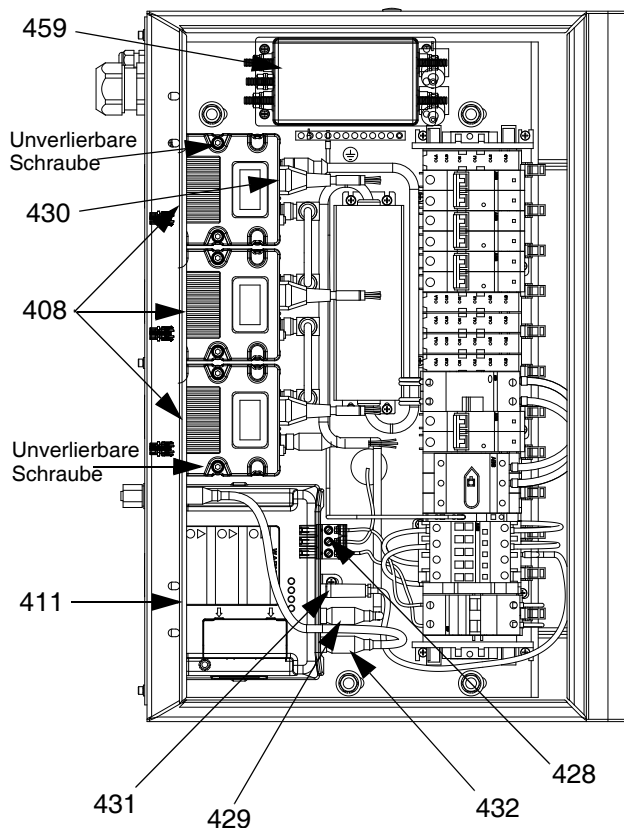
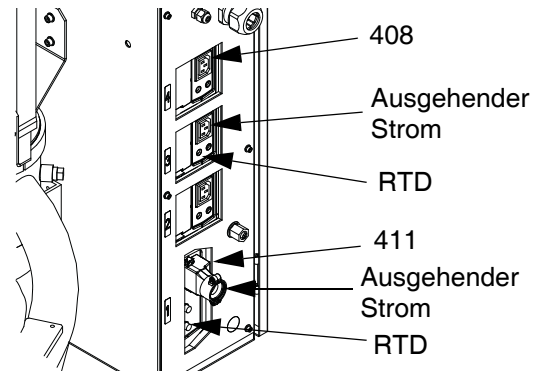

ABB. 48: Innenansicht des Schaltkastens
ABB. 49: Rückansicht des Schaltkastens
- Schaltkastentür (402) öffnen. Folgende Kabel vom Schwachstrom-TCM (408) trennen:
- Eingehendes Netzkabel (430)
- Ausgehendes Netzkabel (siehe ABB. 49)
- Beide unverlierbaren Schrauben (409) lösen, mit der Schwachstrom-TCM (408) an Basis (407) befestigt ist; Schwachstrom-TCM entfernen. Siehe ABB. 48.
1. Schaltkastentür (402) öffnen. Ausgehende Stromzufuhr und RTD-Kabel vom Hochstrom-TCM (411) trennen. Siehe ABB. 49.
2. Seitenwand (436) des Schaltkastens entfernen. Siehe **Teile des Schaltkastens** auf Seite 90.
3. Alle vier eingehenden Kabel (432, 428, 429, 431) vom Hochstrom-TCM trennen. Siehe ABB. 48.
4. Beide Schrauben (415) entfernen, die Halterungen (412, 413) des Hochstrom-TCM am Schaltkasten sichern. Hochstrom-TCM entfernen. Siehe **Teile des Schaltkastens** auf Seite 90.